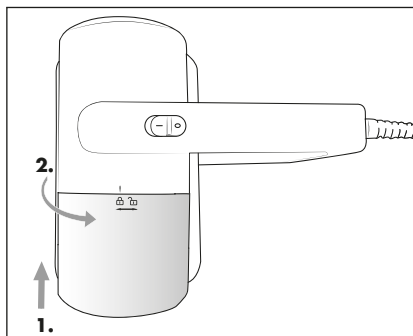

Fig. 9
8) Sæt støvbeholderen **4** ind i produktet, så markeringen på produktet står over symbolet  (åben). Drej støvbeholderen **4** i urets retning, indtil markeringen på produktet står over symbolet  (lukket) (fig. 9).